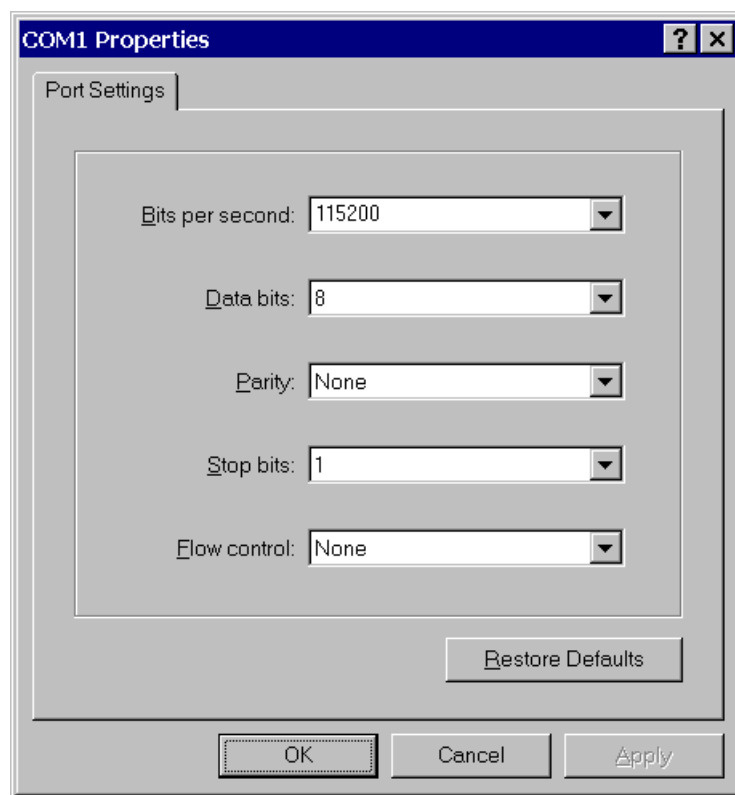

Figure 48:réglages HyperTerminal
- Sélectionnez 115200 bits par seconde, 8 bits de données, aucune parité, 1 bit d'arrêt, aucun contrôle de flux. (Voir figure 48)